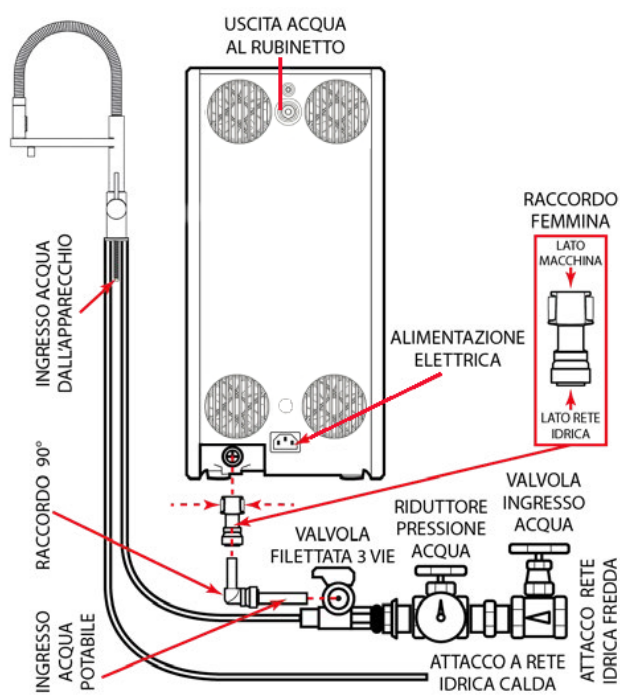

Fig. 1-12
17.3 – Predisporre il collegamento alla rete idrica in base allo schema indicato nel disegno, vedi Fig. 1-12.
17.14 – Il raccordo di allacciamento idrico dell'apparecchio è situato alla base del lato posteriore, nell'apposito vano allacciamenti, vedi Fig. 1-12.